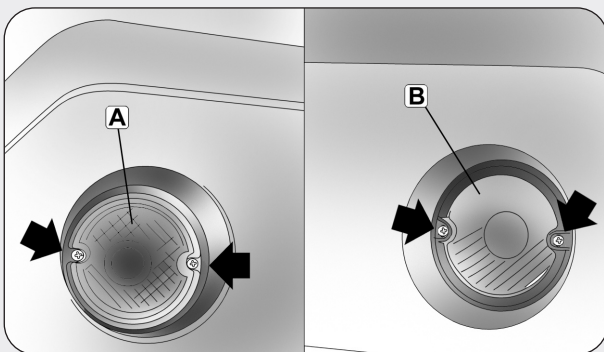

fig. 5
**Luci retronebbia e retromarcia fig. 5**